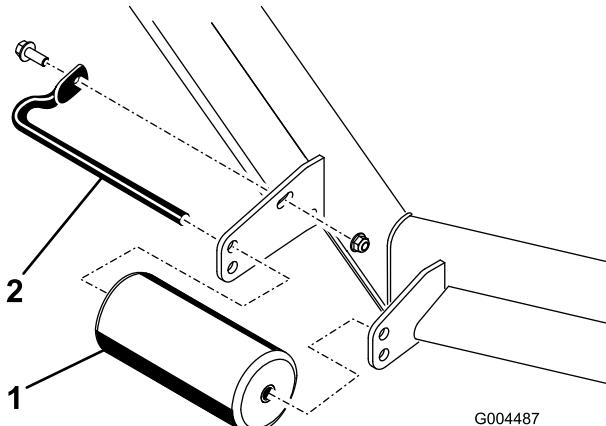

Figura 26
- Retire los herrajes que fijan cada rodillo a la carcasa del cortacésped y mueva los rodillos hacia arriba o hacia abajo según sea necesario; consulte Figura 26 a Figura 30 según corresponda a su cortacésped.